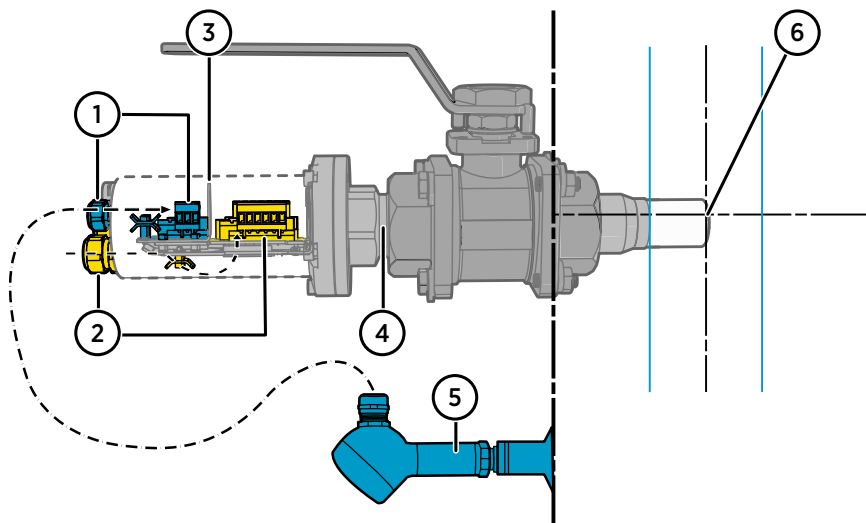
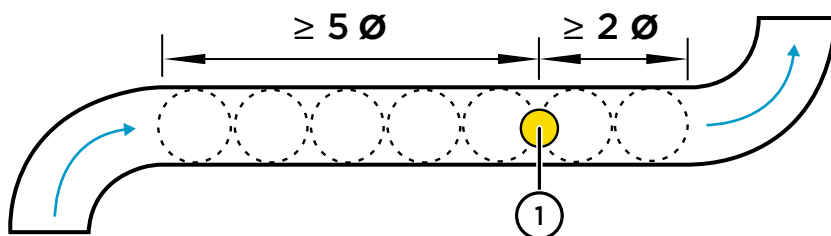

Figura 20 Esempio di installazione della sonda serie MGP260 con percorsi di cablaggio e profondità e orientamento di installazione consigliati
Figura 21 Posizione di installazione consigliata della sonda MGP260 sulla pipeline
Figura 20 (pagina 108) mostra un esempio dell'installazione della valvola a sfera della sonda MGP260. L'immagine indica i percorsi di cablaggio corretti e mostra la profondità di installazione e l'orientamento consigliati. Uno strumento esterno per la misura della pressione (articolo 5) viene mostrato come esempio delle opzioni di ingresso per la compensazione della pressione: Per una descrizione delle opzioni alternative, vedere Opzioni di ingresso per la compensazione della pressione \(pagina 109\).
Figura 21 (pagina 109) mostra la posizione di installazione consigliata per la sonda MGP260. Installare la sonda in un tratto diritto della pipeline, con diametri del tubo  $\geq 5$  a valle della curva più vicina o di altra caratteristica che influenza il flusso del gas e con diametri del tubo  $\geq 2$  a monte della curva successiva o caratteristica simile. Per ottenere i migliori risultati, utilizzare l'orientamento e la profondità di installazione mostrati in Figura 20 (pagina 108).
- Misura della pressione ricevuta da uno strumento di misura della pressione esterno attraverso i terminali di ingresso Ex ia (4 ... 20 mA) sulla piastra dei componenti MGP260. Opzione consigliata: ad esempio, vedere Figura 20 \(pagina 108\). Il cablaggio dell'ingresso dello strumento di pressione esterno è mostrato in Schema elettrico \(pagina 115\).